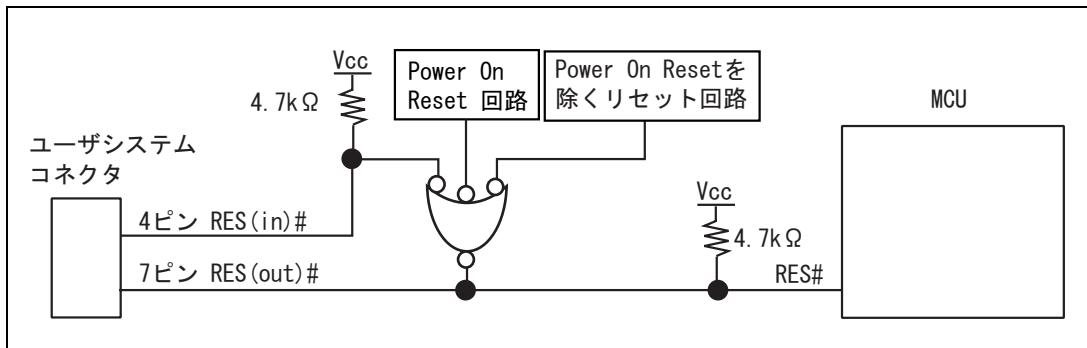

図 1.6 RES#端子の結線
3. ユーザシステムコネクタの4ピンのRES(in)#端子はE10A-USBエミュレータがMCUにに対して出力する信号線です。ユーザシステム上のリセット回路と4ピンのRES(in)#端子を図1.6のようにして、MCUに結線してください。また、ユーザシステムコネクタの7ピンのRES(out)#端子はE10A-USBエミュレータがMCUのRES#端子をモニタする信号線です。プルアップの上、ユーザシステムコネクタの7ピンに結線してください。